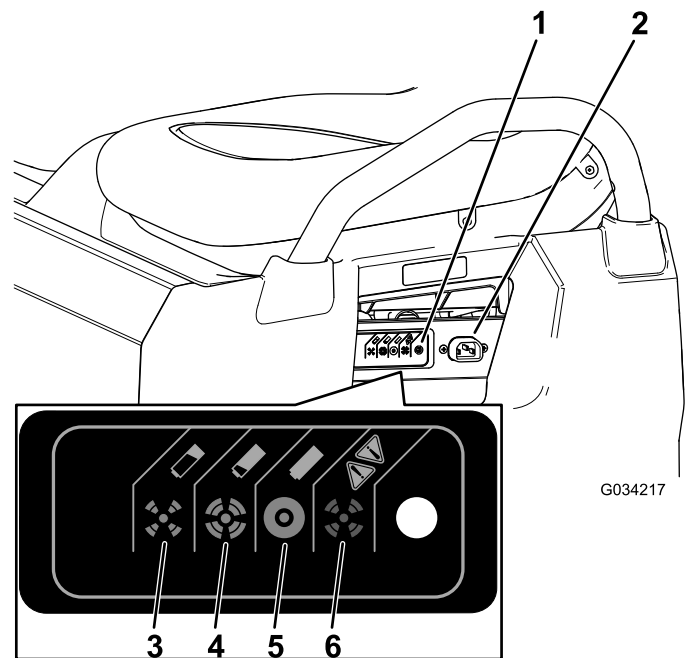

Figura 37
3. Conecte un cable de cargador de calibre 16 (o de diámetro superior), de 2,5 m o más corto al conector de carga de la máquina (Figura 37).
Consulte la siguiente tabla y Figura 37 para conocer el significado de los colores cambiantes del indicador de estado del cargador.